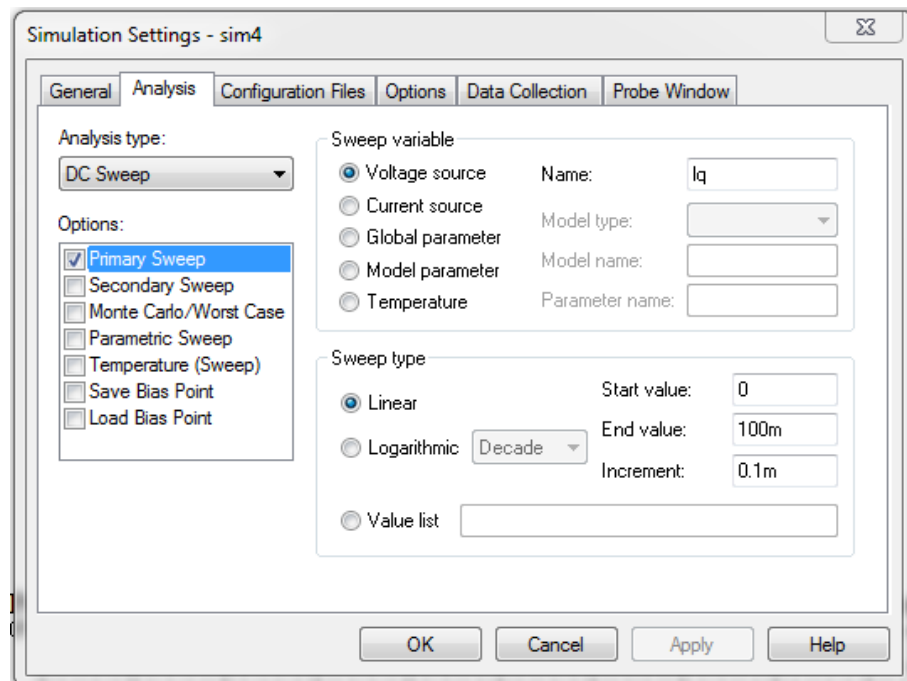

Рисунок 6.30 – Вікно *DC Sweep* з налаштуваннями для проведення аналізу
41. Знову відкрийте вікно *DC Sweep* і виконайте, за зразком на рис. 6.30, усі необхідні налаштування для проведення аналізу *DC Sweep*. Як змінну виберіть джерело струму I_q , що змінюється в діапазоні значень від 0 до 100 (мА).